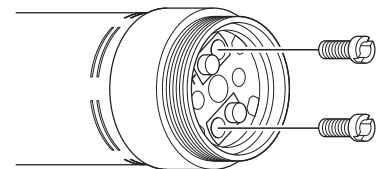

Fig. 12
- 2) Utilice un destornillador de punta plana para retirar los tornillos que sujetan la escobilla de carbono (Fig. 12).